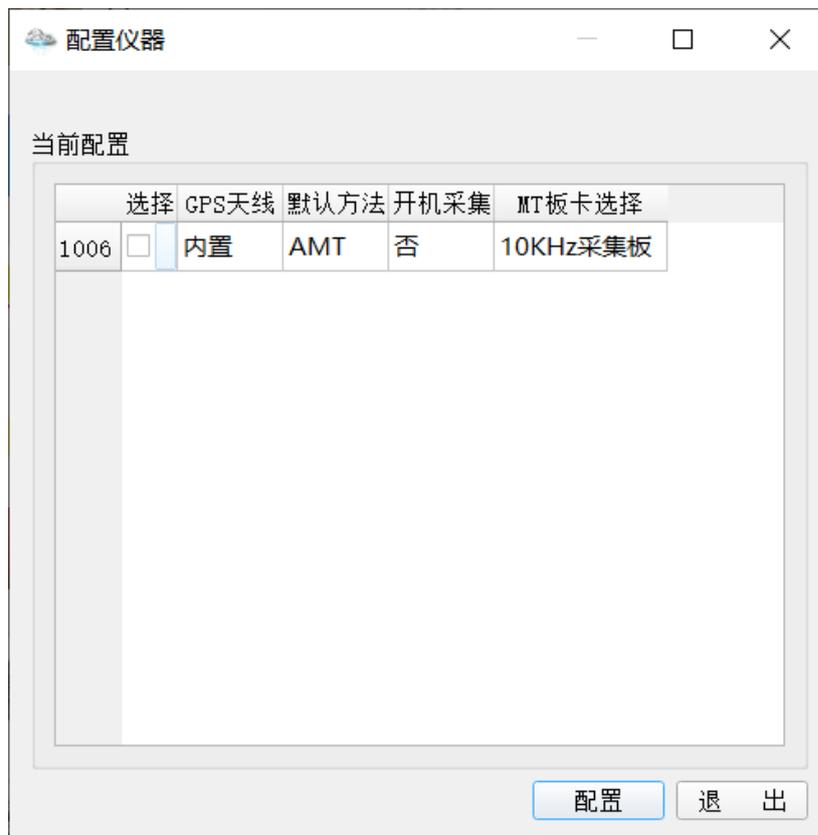

图 3-3. 仪器配置页面
1. 在主页面中单击“配置仪器”进入配置页面，如图 3-3 所示。